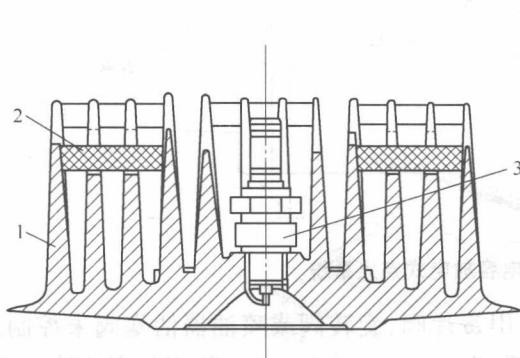

图 1-13 二行程发动机的气缸盖
(3) 二行程发动机气缸盖的结构简单，没有排气口及配气机构，也没有润滑油道，如图 1-13 所示。